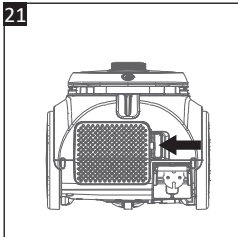

Рис. 21
2. На задней части пылесоса нажмите на язычок крышки выпускного воздушного отверстия (25) влево, чтобы разблокировать ее, и снимите ее (Рис. 21).